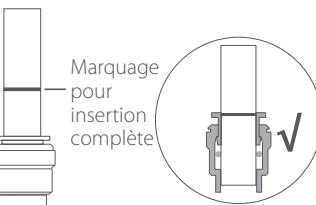

Figure 1
3. Fermez l'alimentation en eau et retirez le tuyau du robinet. (**Figure 1**)